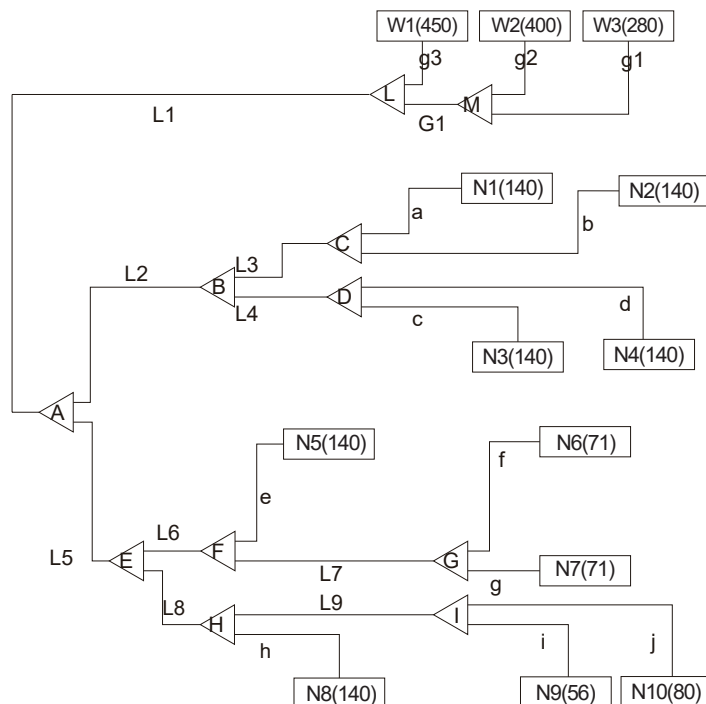

Fig.4.3 Clasificación de tubería
2. En la Fig. 4.3, la capacidad total de las unidades interiores después de L2 es 560 (140×4). Por lo tanto, los diámetros del tubo de gas y de líquido en L2 son $\Phi 28,6$ y $\Phi 15,9$, respectivamente